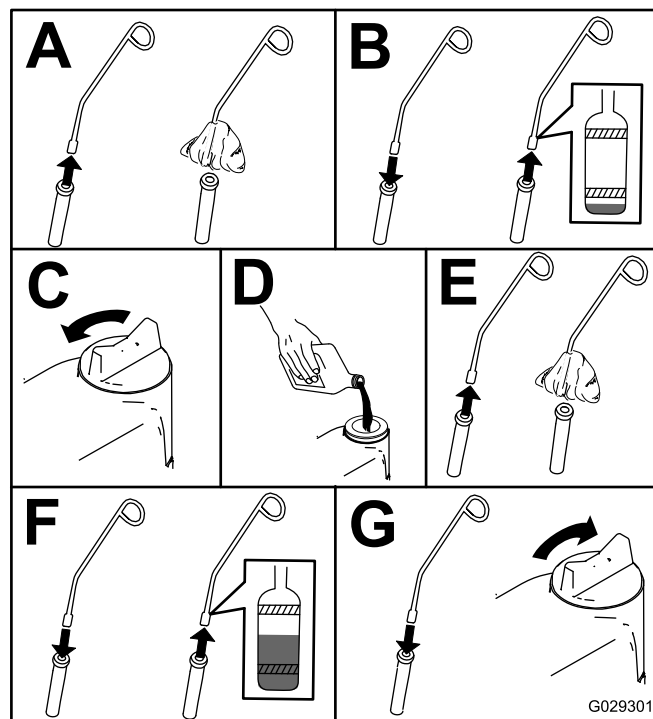

図 85
5. **図 85**に示すように、エンジンオイル量を点検する。